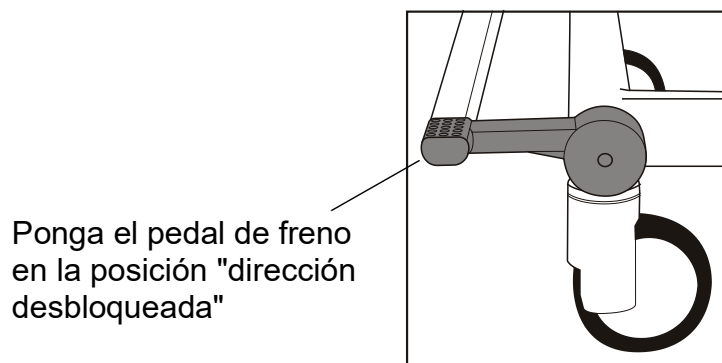

Fig. 2 - Posición de «dirección desbloqueada»
2. Compruebe que los frenos estén desbloqueados y el pedal de freno en la posición «dirección desbloqueada». **(Véase la Fig. 2)**